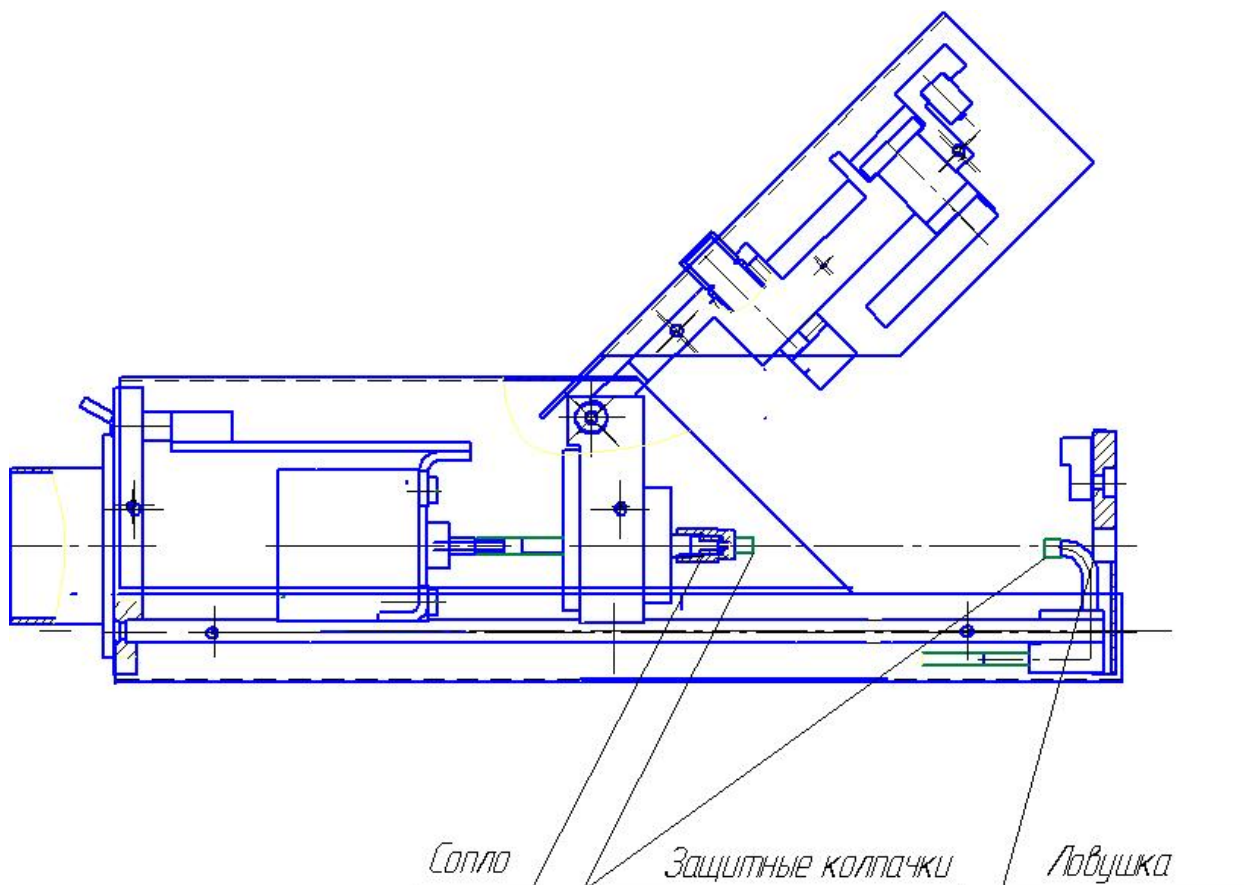

Рис.2.4.3 Прямоугольная печатающая головка
3. Надеть на сопло защитный колпачок (рис.2.4.3).
3. Надеть на ловушку защитный колпачок (рис.2.4.3).
7. Надеть на ловушку защитный колпачок (рис.2.4.3).